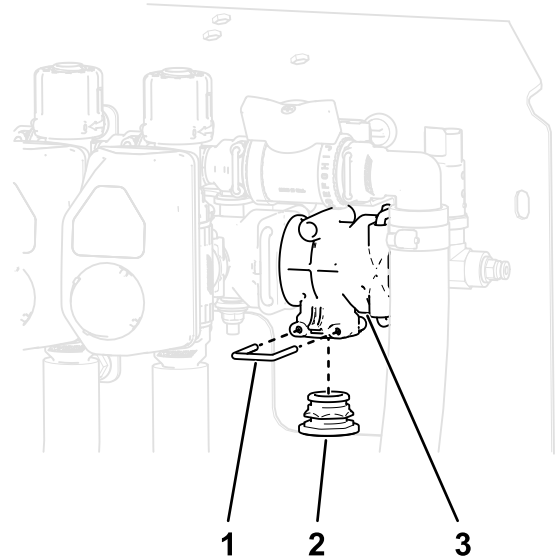

图 25
2. 拆下固定旁通盖的卡环从机器 T 形歧管的底部拆下旁通盖图 25。